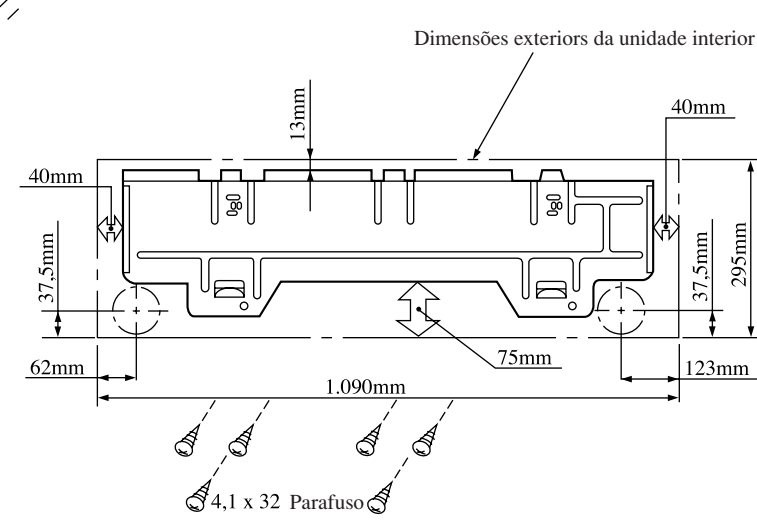

Fig. 3-3
- Fixe o gancho à parede com parafusos 4,1 x 32mm no. ② horizontalmente. (Fig. 3-3)